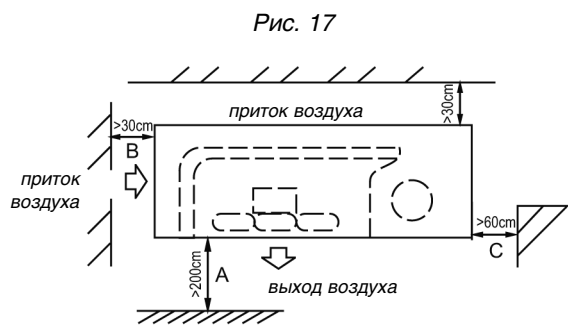

Рис. 17
- Минимум два из трех направлений А, В и С должны быть свободны (рис. 17).
Недостаточная циркуляция воздуха снизит производительность кондиционера, поэтому выберите место для кондиционера так, чтобы вокруг него не находились предметы. Минимальное расстояние от блока до предметов и ограждений указано на рис. 17. Однако стены не должны окружать кондиционер со всех сторон, минимум два из трех направлений А, В и С должны быть свободны.